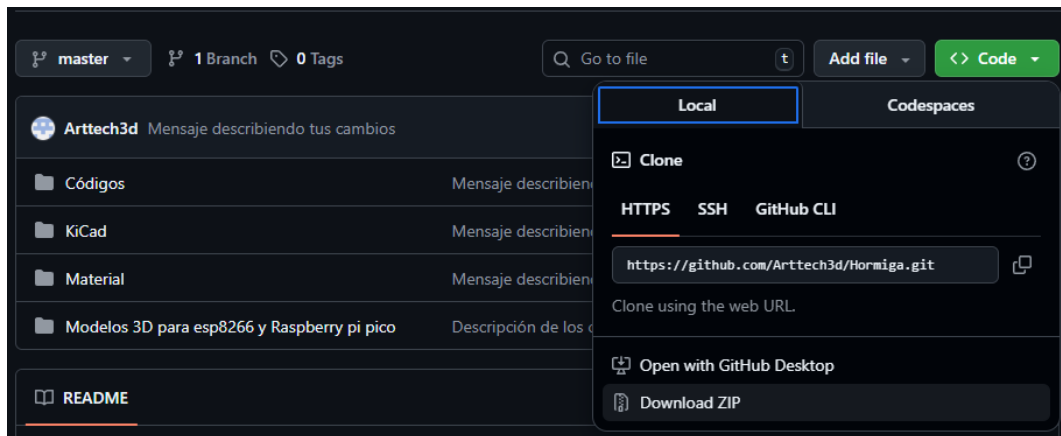

Ilustración 2 Descargar .zip
Paso 2.2: Descomprimir archivo .ZIP (Ilustración 2).